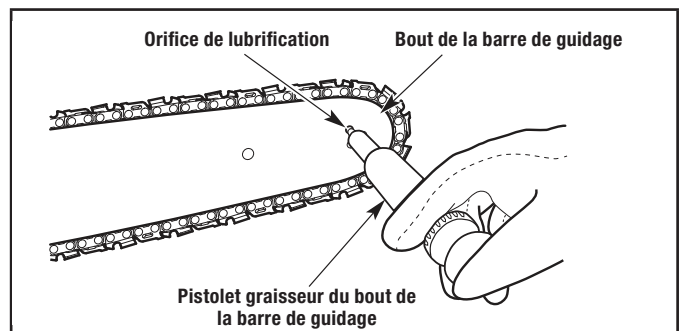

Figure 40
1. Nettoyez le bout de la barre de guidage avec un chiffon humide (Fig. 40).
2. Utilisez le pistolet de lubrification (non compris) pour insérer de la graisse dans l'orifice de lubrification (Fig. 40). Injectez de la graisse jusqu'à ce qu'elle apparaisse sur le bord extérieur du bout de la barre de guidage.